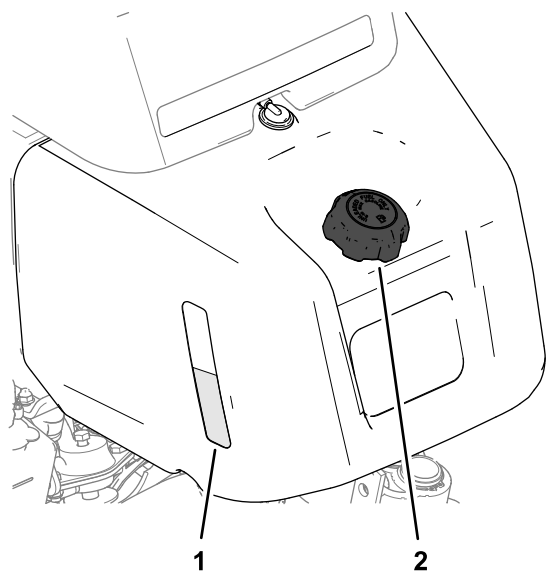
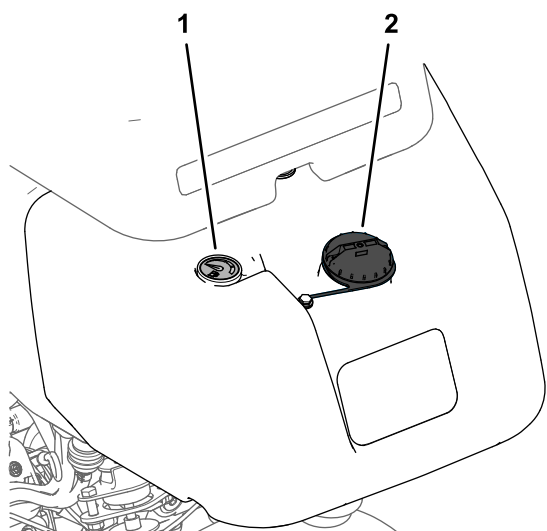

Figure 24
Figure 25
1. Nettoyez la surface autour du bouchon du réservoir de carburant et enlevez le bouchon (Figure 24 ou Figure 25).